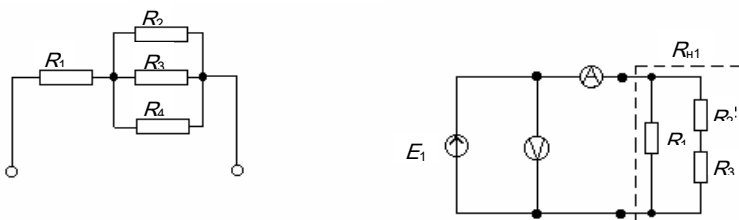

Рис. 1.2
- а) собрать схему, показанную на рис. 1.2, включить питание и установить напряжение источника  $E_1 = 12 \text{ В}$ ;